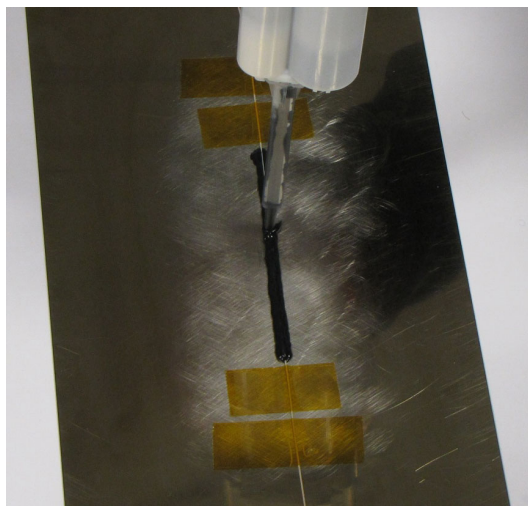

図2.13 エポキシ接着剤でセンサを覆う
- ▶ 埋め込まれた光ファイバの上に、接着剤を塗布して、完全にカバーします。空気の混入を防ぐには、混合ノズルをファイバに近づけ、接着面に対して直角になるようにして使用します (図2.13)。